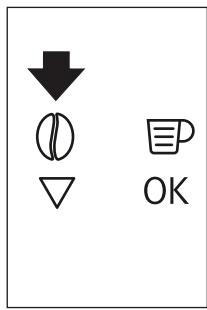

Fig. 15
- Después de utilizar la máquina con café premolido, para volver a hacer café con granos, desactive la función de café premolido pulsando la tecla táctil ○ (B4) (Fig. 15).